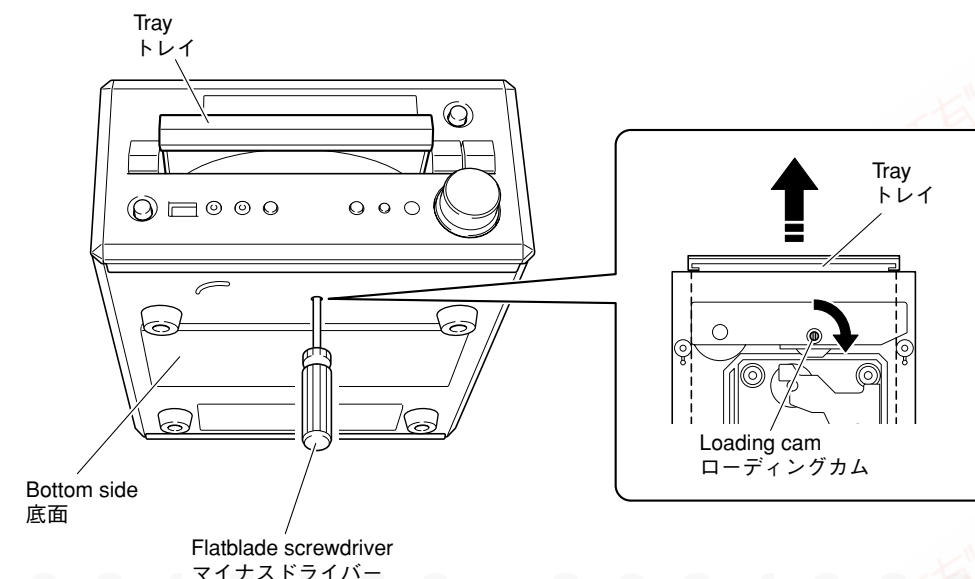

Fig. 2
- Using a flatblade screwdriver, turn the loading cam 90 degrees in the direction indicated by an arrow in the figure. (Fig. 2)
- マイナスドライバーでローディングカムを図に示す矢印の方向に90度回転します。(Fig. 2)